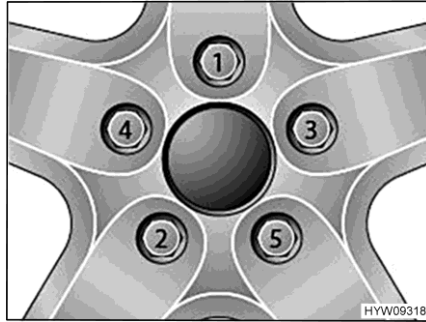

Fig. 156 Apretar las tuercas o los tornillos de las ruedas en forma de cruz
- Apretar las tuercas de rueda o los tornillos de rueda en el orden indicado en Fig. 156. Para ello, usar una llave dinamométrica y cumplir con el par de apriete especificado (véase apartado 13.6.2).
- Comprobar periódicamente que las tuercas o tornillos de las ruedas estén firmemente apretados. Volver a apretar las tuercas de rueda o los tornillos de rueda de una rueda cambiada después de 50 km. En esto, proceder en el orden indicado en Fig. 156.
- Al utilizar llantas nuevas o recién pintadas, reajustar además las tuercas o tornillos después de 1 000 a 5 000 km aprox. En esto, proceder en el orden indicado en Fig. 156.
- ▷ Apretar en forma de cruz las tuercas o los tornillos de las ruedas (Fig. 156).